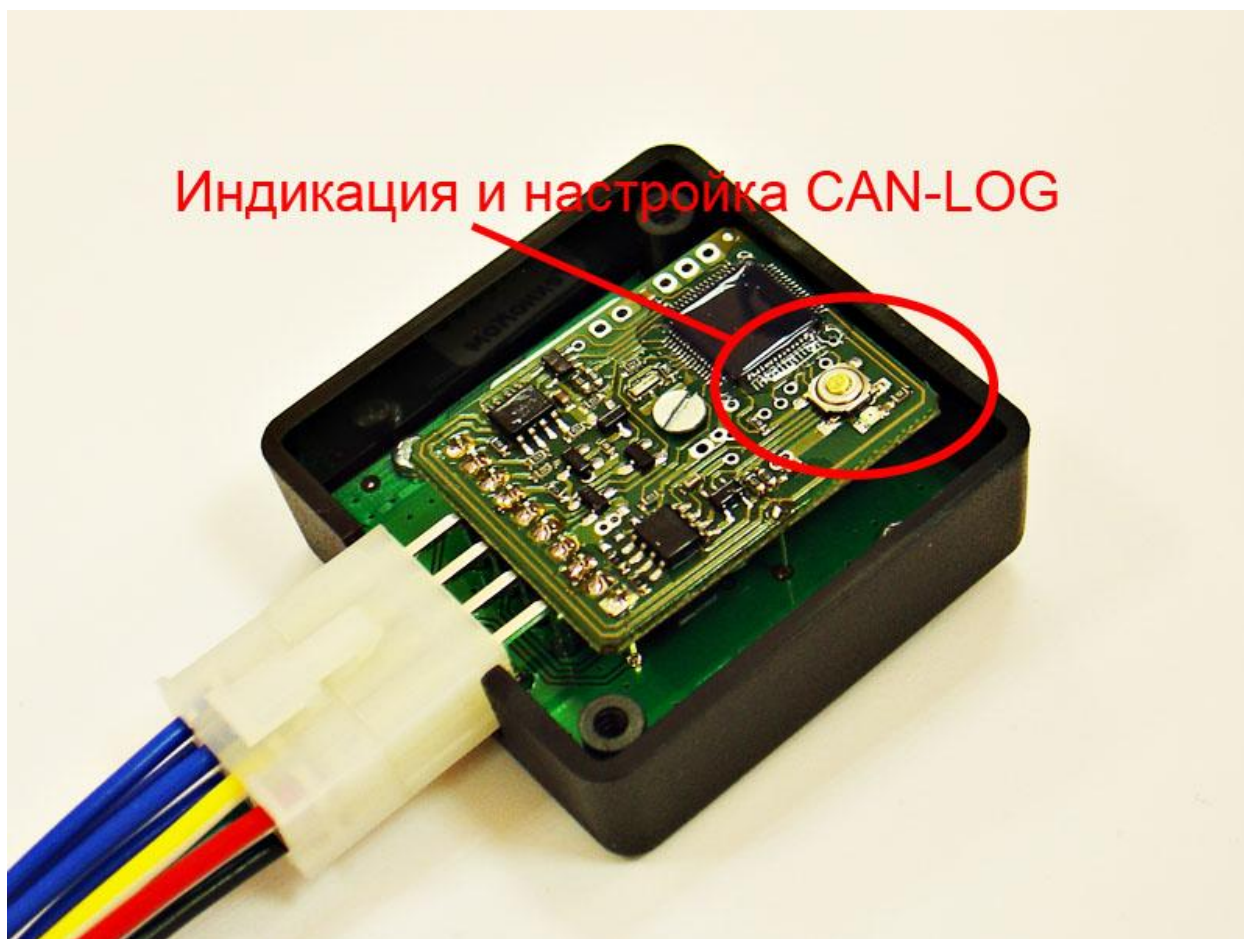

Рис. 3 – Доработанное устройство CAN-LOG, крышка открыта.
1. Задать в устройстве CAN-LOG программу, соответствующую транспортному средству, на котором проходит тестирование. Установка программы производится согласно руководству к данному устройству. Для доступа к кнопке SWITCH и наблюдения индикации светодиода LED необходимо отвернуть два винта и снять крышку (см. рис. 3).